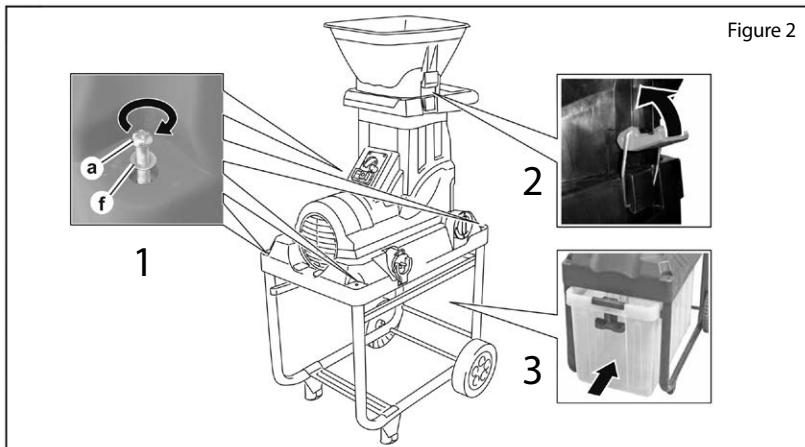

Figure 3
- Installez le bac de récupération (3-fig.2) et poussez le levier de verrouillage vers le haut (2-fig.3).
- Instale la bandeja colectora (3-fig.2) y empuje la palanca de bloqueo hacia arriba (2-fig.3).
- Instale o cesto de recolha (3-fig.2) e empurre para alavanca de bloqueio para cima (2-fig.3).
- Poussez le levier de verrouillage vers le bas (1-fig.3).
- Réinstallez le bac de récupération et poussez le levier de verrouillage vers le haut (2-fig.3).
Remarque: Le levier de verrouillage du bac de récupération agit sur un interrupteur de sécurité et doit se trouver en position de verrouillage du bac (2-fig.3) pour permettre la mise en marche du moteur. Le moteur est automatiquement mis à l'arrêt lorsque le levier est poussé vers le bas pour le retrait le bac. En cas de dysfonctionnement, le dispositif doit éventuellement être nettoyé.
- Empuje la palanca de bloqueo hacia abajo (1-fig.3).
- Reinstale la bandeja colectora y empuje la palanca de bloqueo hacia arriba (2-fig.3).
Advertencia: La palanca de bloqueo de la bandeja colectora actúa en un interruptor de seguridad y debe encontrarse en posición de bloqueo del recipiente (2-fig.3) para permitir que se ponga en marcha del motor. El motor se paraliza automáticamente cuando la palanca está empujada hacia abajo para retirar el recipiente. En caso de disfunción, el dispositivo debe eventualmente limpiarse.